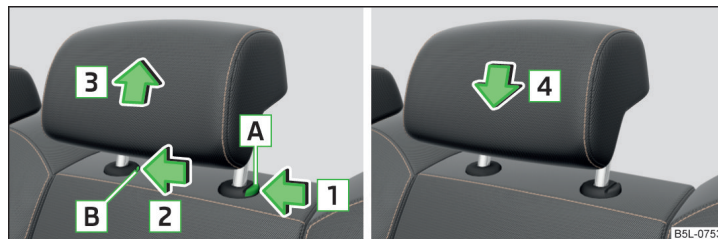

Fig. 66 Appuie-tête arrière central Démontage/montage
- Poussez la touche de verrouillage **A** dans le sens de la flèche **1** » fig. 66, poussez en même temps le verrouillage dans l'ouverture **B** dans le sens des flèches **2** au moyen d'un tournevis plat d'une épaisseur de 5 mm max. et sortez l'appuie-tête.